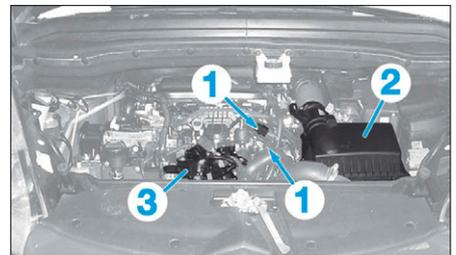

FIG. 72
- Débrancher les connecteurs (1) (Fig.72).
- le boîtier de filtre à air (2),
- le boîtier doseur d'air d'admission (3).